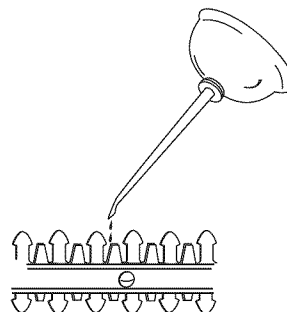

Fig. 6
2. Aplique aceite de máquina ligero a lo largo del borde de la cuchilla superior (Fig. 6).